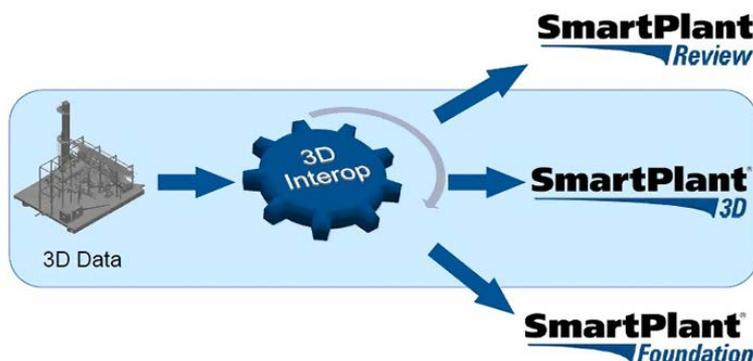

Рисунок 1. Общая схема технологии Interop.
- Проектирование может вестись в различных платформах, но результаты — не только геометрия, но и атрибутика подключается к единой интеграционной модели. Причем, в зависимости от последующего использования данных, модель может «собираться» в SmartPlant 3D, SmartPlant Review или SmartPlant Foundation (Рисунок 1.). В любом случае, интеграционная модель содержит данные полученные от различных источников. Пример, когда модель «собрана» в SmartPlant 3D проиллюстрирован рисунком 2.